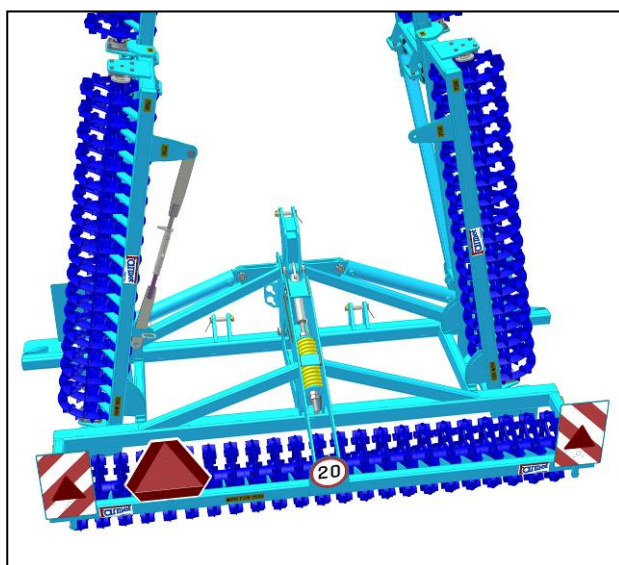

Рис.6: зона досягаемости машины - не входить в заштрихованную зону
-  Оператор должен обеспечить, чтобы при складывании или раскладывании боковых рам в зоне их досягаемости (т.е. в месте конечной позиции, рис. 6) или вблизи не находились люди или животные а также чтобы никто не помещал пальцы в пространство шарниров.
- Закрепите соединительную тягу (рис. 5а) для фиксации боковых рам, будьте осторожны и не находитесь в зоне досягаемости частей машины (рис. 6).
- Снимите соединительную тягу (рис. 5б), будьте осторожны и не находитесь в зоне досягаемости частей машины (рис. 6).